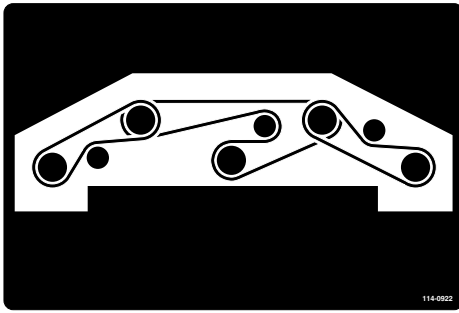

Bild 82
6. Verlegen Sie den neuen Riemen um die Spindelscheiben und die Spannscheiben, siehe Bild 82.